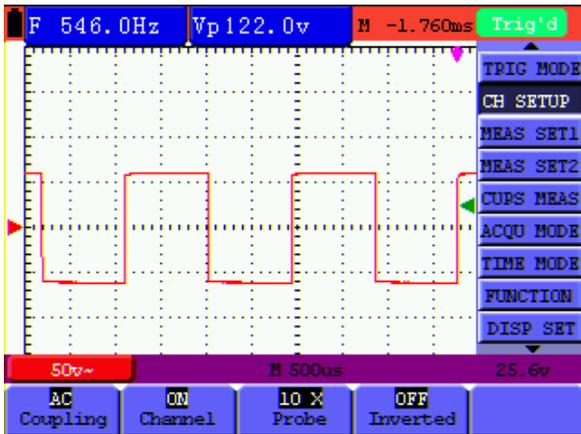

Рисунок 16. Обращение осциллограммы
3. Нажмите кнопку **F4**, чтобы установить значение ON для опции «Inverted». На экране отобразится обращенная осциллограмма. (см. рисунок 16)